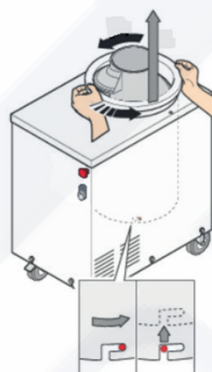

Fig. 7
- gire el cilindro en el sentido contrario a las agujas del reloj hasta que se bloquee, y luego levántelo para extraerlo (Fig. 7);